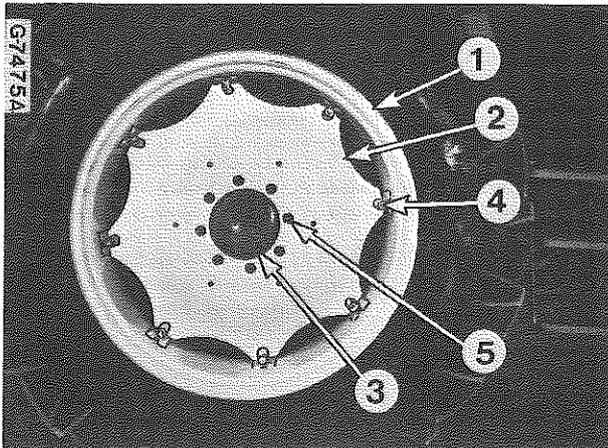

Figure 28 - Roue arrière.
Une fois les réglages de la voie terminés, assurez-vous que tous les écrous de jante (4) Fig. 28 sont serrés au couple requis.